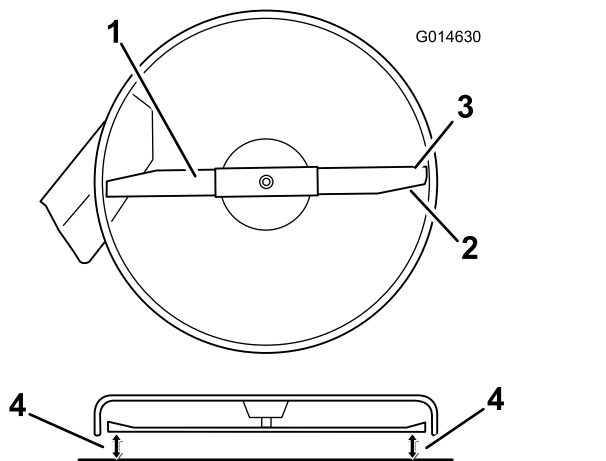
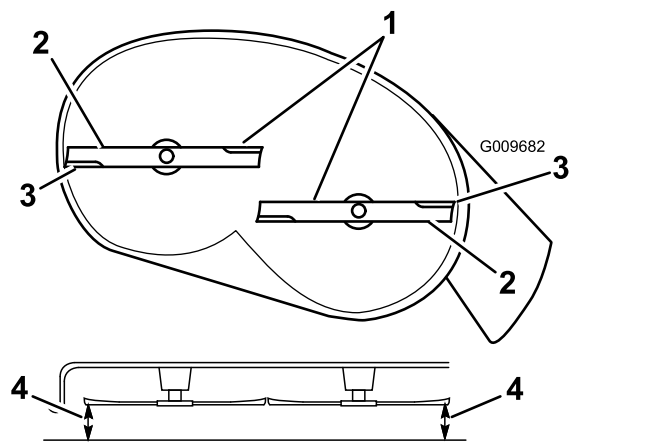

Figure 57
Figure 58
4. Faites pivoter la ou les lames avec précaution pour qu'elles soient toutes parallèles (Figure 57 et Figure 58).
5. Mesurez la distance entre les tranchants extérieurs et la surface plane (Figure 57 et Figure 58).